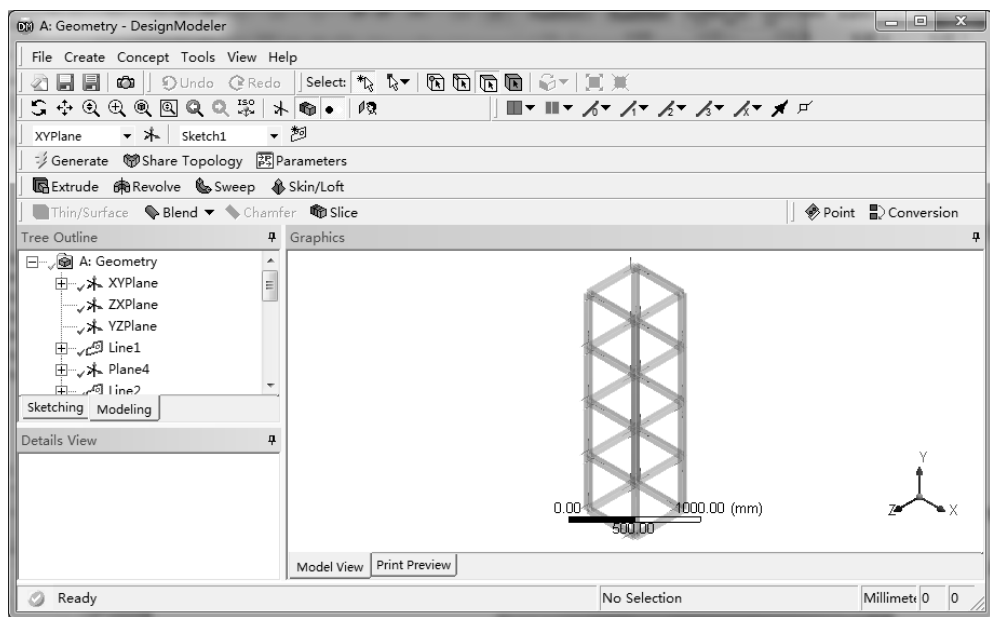

图 6-74 DesignModeler 界面
3) 双击项目 A 中的 A2 栏的【Geometry】，此时会进入到 DesignModeler 界面，并弹出【ANSYS Workbench】对话框，即可在窗口右侧显示出几何图形，如图 6-74 所示。